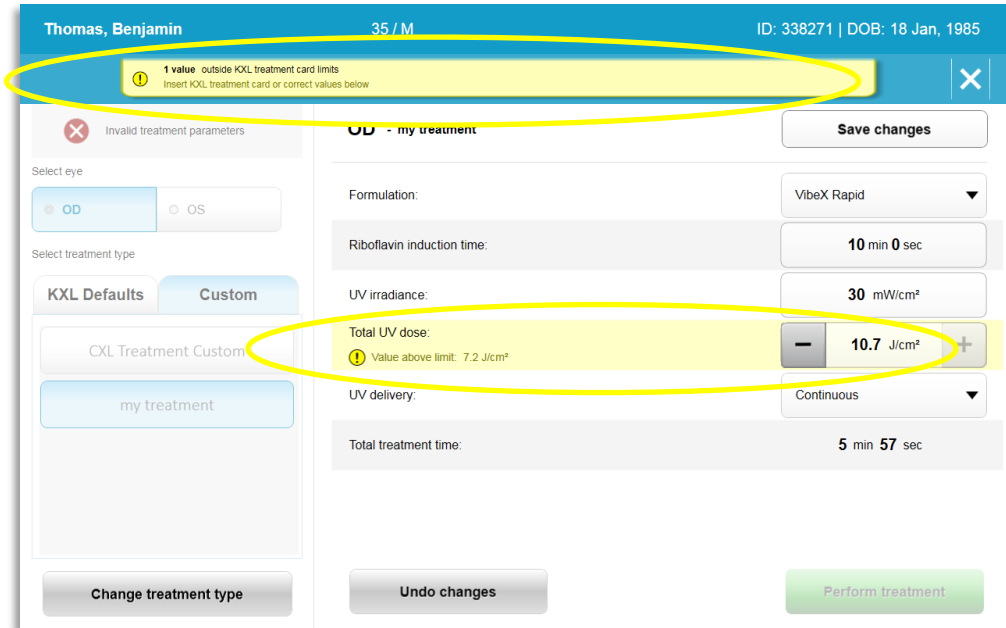

Figura 3-15. Parametrii tratamentului sunt nevalizi
- Dacă utilizatorul are cardul de tratament introdus în timp ce programează parametri de tratament ce sunt în afara intervalului valorii(valorilor) permise controlate de cardul RFID, următorul mesaj se va afișa și butonul „Administrare tratament” (Perform treatment) se va inactiva, așa cum se arată în Figura 3-15.